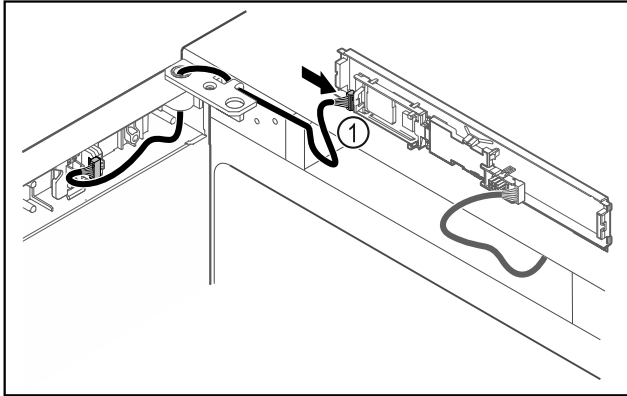

Fig. 45
- Συνδέστε το φινιρίσματα Fig. 45 (1) στην πλακέτα.